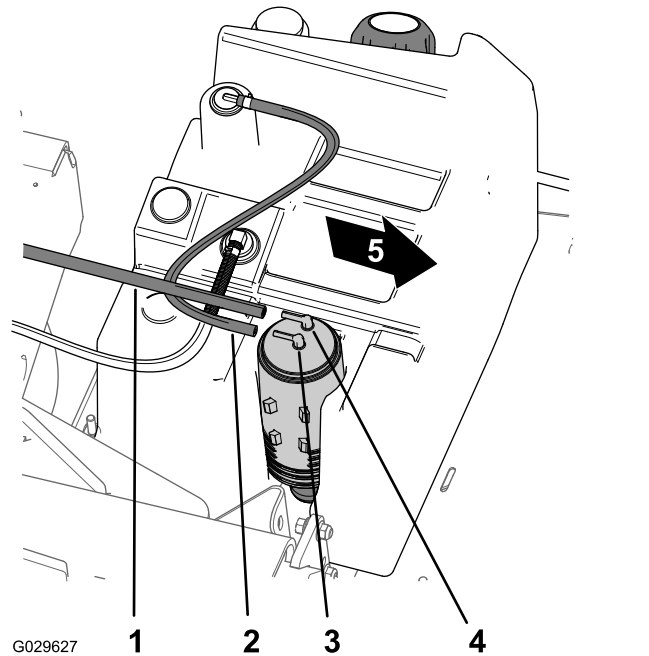

Figure 46
- Débranchez le flexible du réservoir de carburant du raccord marqué « Fuel Tank » sur la cartouche de charbon actif (Figure 46).
- Débranchez le flexible de dépression du raccord marqué « Purge » sur la cartouche de charbon actif (Figure 46).
8. Branchez le flexible de dépression au raccord marqué « Purge » de la cartouche de charbon et le flexible du réservoir de carburant au raccord marqué « Fuel Tank » (Figure 46).